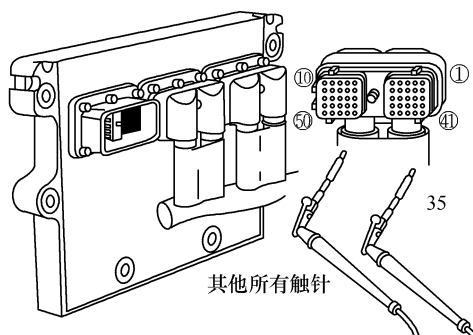

图 5-266 测量触针 35 与该插头中
(3) 检查触针之间是否短路 测量 OEM 线束插头触针 35 与该插头中其他所有触针间的电阻,如图 5-266 所示,电阻必须大于 100k Ω 。如果电路不是开路,则存在短路,应维修或更换 OEM 线束。